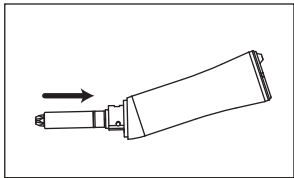

Abb.9
- 1) Führen Sie die Antriebswelle ein, bis sie den Schaft berührt. (Abb.9)
- 3) Richten Sie die Markierung ● am Kopf auf die Markierung ○ (entriegeln) am Schaft aus, um den Kopf einzustecken, bis dieser den Schaft berührt (Abb.9) Überprüfen Sie, ob keine Lücke zwischen Kopf und Schaft vorhanden ist. Falls eine Lücke vorhanden ist, werden die Zahnräder des Kopfes und die Antriebswelle nicht einrasten. Entfernen Sie den Kopf, drehen Sie am Zahnrad der Antriebswelle und stecken Sie anschließend den Kopf wieder ein.